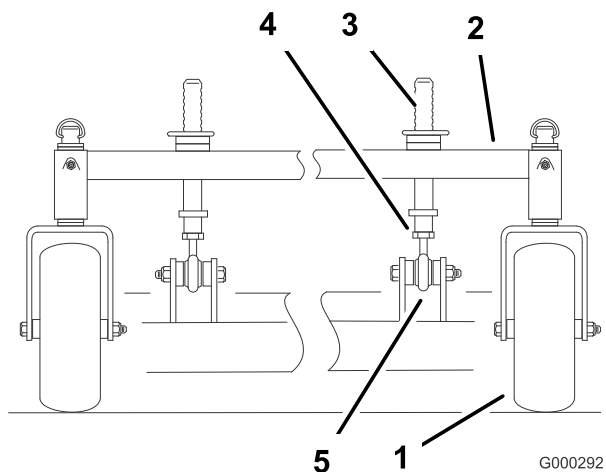

Figura 66
1. Para cambiar la inclinación longitudinal, pueden ajustarse los pilares delanteros de ajuste de altura de corte (Figura 66).
- Para elevar la parte delantera de la plataforma, afloje la contratuerca y haga girar el pilar delantero en el sentido de las agujas del reloj (Figura 66).
- Para bajar la parte delantera de la plataforma, afloje la contratuerca y haga girar el pilar delantero en el sentido contrario de las agujas del reloj (Figura 66).
- Apriete las contratuercas (Figura 66).